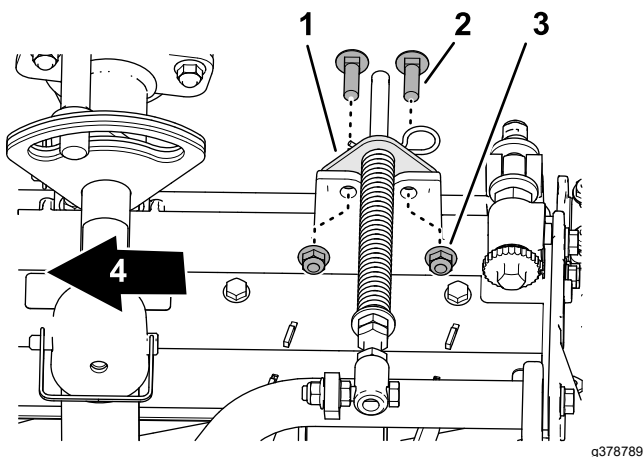

Рисунок 21
5. Совместите отверстия в кронштейне компенсатора состояния грунта с отверстиями в раме режущего блока (Рисунок 21).